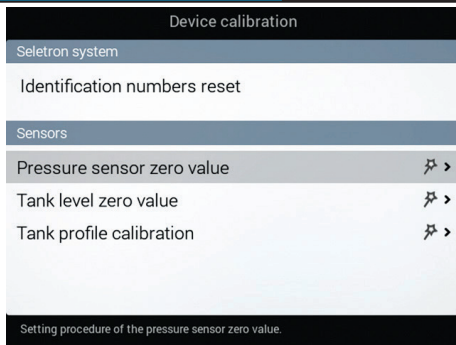

Fig. 118
**1** Välj **Pressure sensor zero value** (Fig. 118) och tryck **OK**.